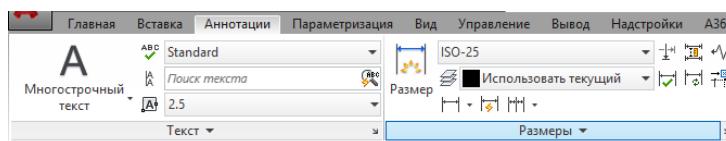
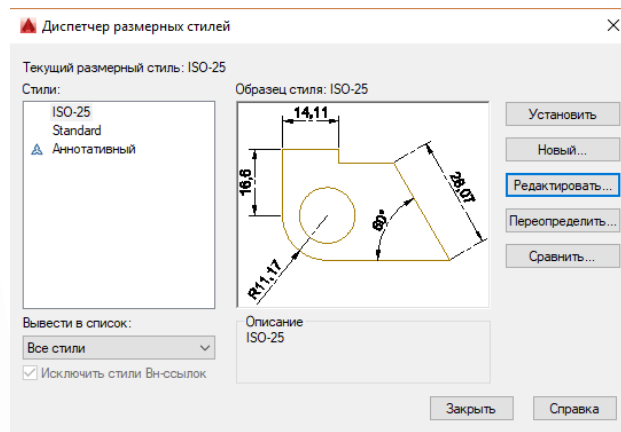

Рисунок 29 – Вкладка "Аннотация"
Рисунок 30 – Диспетчер размерных стилей
3.13 Во вкладке "Аннотация" выбираем размеры (рисунок 29). Настраиваем необходимые размерные стили (рисунок 30).